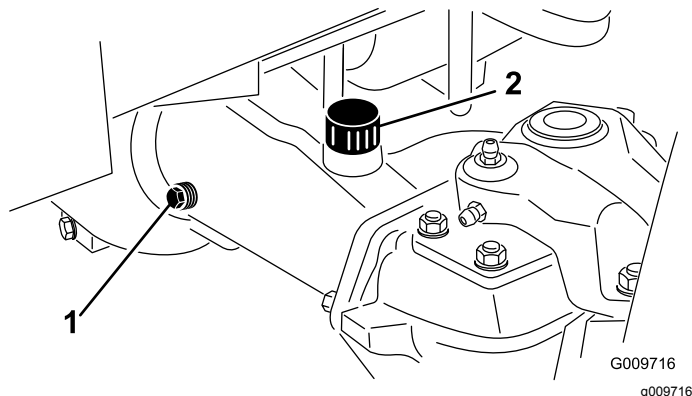

Figura 58
2. Retire un tapón de verificación de un extremo del eje y asegúrese de que el lubricante llega al borde inferior del orificio (Figura 58).